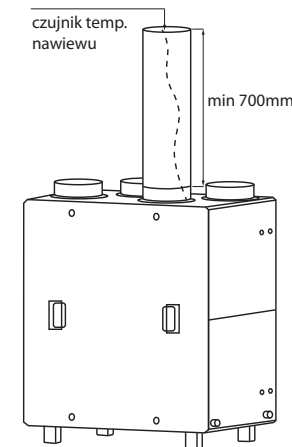

Rys. Nr 3 KCX w pozycji pracy stojącej i wiszącej
Zdjęcie przedniej pokrywy realizuje się poprzez odkręcenie czterech docisków (1). Jednocześnie należy trzymać pokrywę za uchwyty (2) – oznaczenia wg rys. nr 3.
Oznaczenia wg rys. nr 3:
Filtry wyjmuje się po zdjęciu przedniej pokrywy obudowy KCX - odkręcenie czterech zamków (1), jednocześnie trzymając pokrywę za uchwyty(2) - oznaczenia wg rys. nr 3.